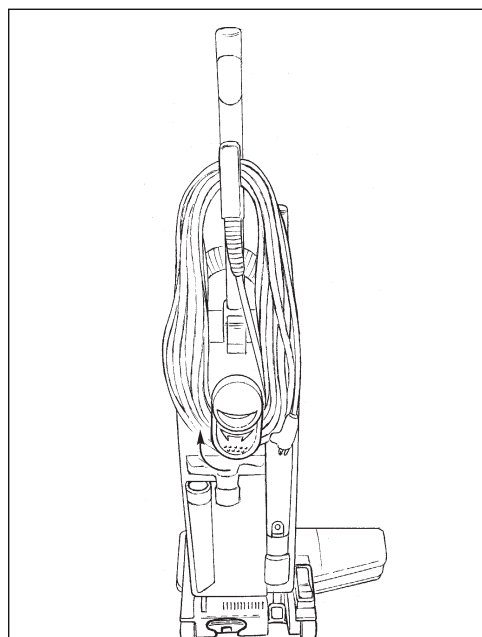

Figure 14
1. Enlevez le cordon d'alimentation des crochets de stockage, en tournant la crochet inférieur sur 180° (voir figure 14).